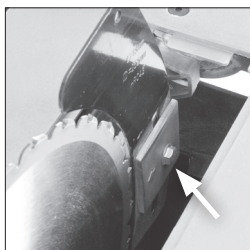

Fig. 15
- Desserrer les boulons de fixation du coupeau fendeur de plusieurs tours puis mettez-le dans sa position la plus haute (**Fig. 15**).
- Faites coulisser le coupeau diviseur (la rainure facilite cette opération) entre la plaque de fixation et le bloc de montage (**Fig. 15**). Veillez à ce que les ergots saillants des blocs de montage s'insèrent dans la fente du coupeau diviseur.